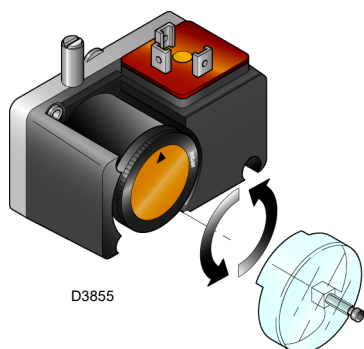

Fig. 24
- Régler le pressostat gaz seuil minimum en début d'échelle (Fig. 24).